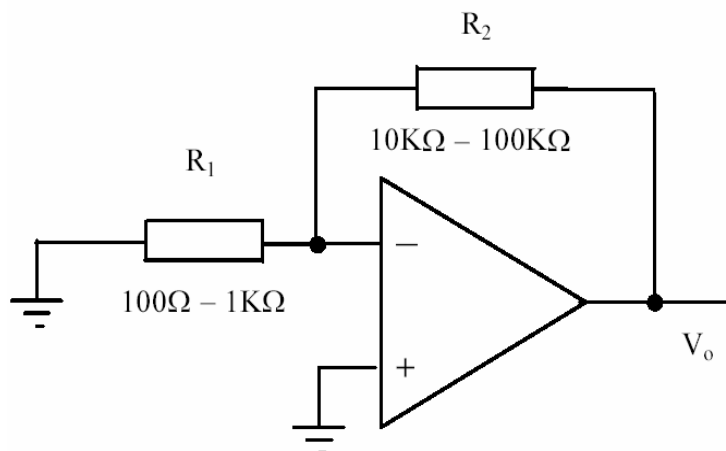

Рис. 11. Измерение входного напряжения смещения
1. Реализуйте схему, изображенную на рис. 11. Не забудьте о необходимости подключения питания к ОУ.